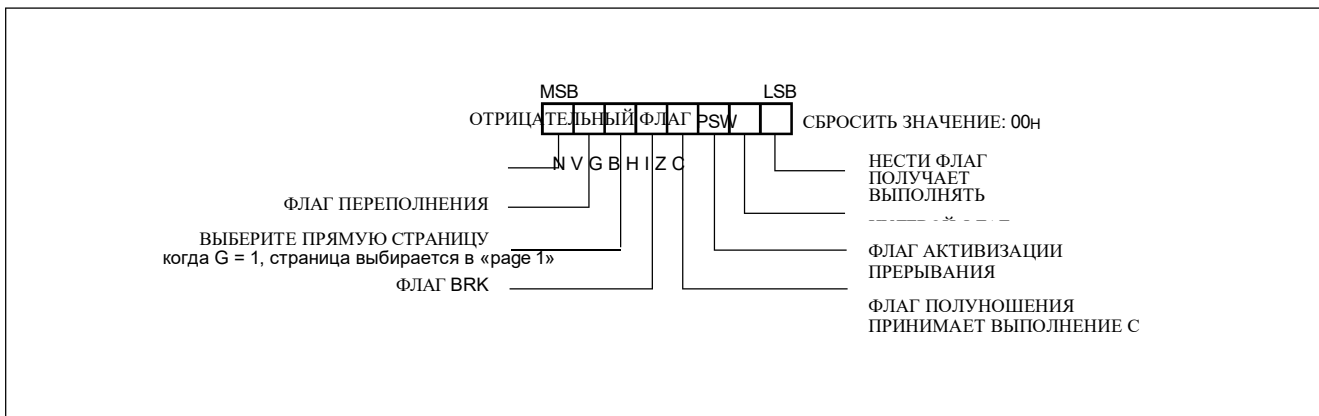

Рис. 8-3 Регистр PSW (Program Status Word)
**Program Status Word:** довод «против» Program Status Word (PSW) - оловянные амальгамы несколько битов, которые отражают текущее состояние центрального процессора. Описание PSW приведено в Рис. 8-3. Он содержит флаг «Negative», флаг «Overflow», флаг «Break», флаг «Half Carry» (для операции BCD), флаг «Interrupt enable», флаг «Zero» и флаг «Carry».